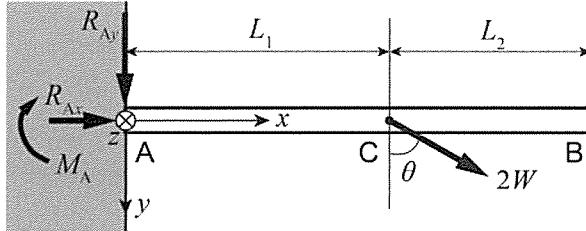
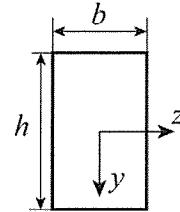

図3
図4
II 図3のように、長さ L_1+L_2 の一様な真直はりABがあり、Aにて剛体壁に固定されている。固定端Aの図心を原点とし、はりの長軸方向に沿ってx軸、鉛直方向下向きにy軸、右手直交座標系にz軸をとる。はりの断面は図4に示すように矩形であり、幅b、高さhである。また、 $(x, y, z) = (L_1, 0, 0)$ の位置Cには、y軸方向からの角度 $\theta = \pi/3$ で図の示す向きかつx-y面内に、大きさ $2W$ の集中荷重が加えられている。このとき、以下の設問すべてに答えよ。なお、はりの縦弾性係数E、断面2次モーメントIとする。
- (1) 固定端Aでの、壁からはりの横断面に作用するx軸方向の反力 R_{Ax} 、y軸方向の反力 R_{Ay} 、曲げモーメント M_A をそれぞれ求めよ。なお、いずれも図3に示す方向が正である。